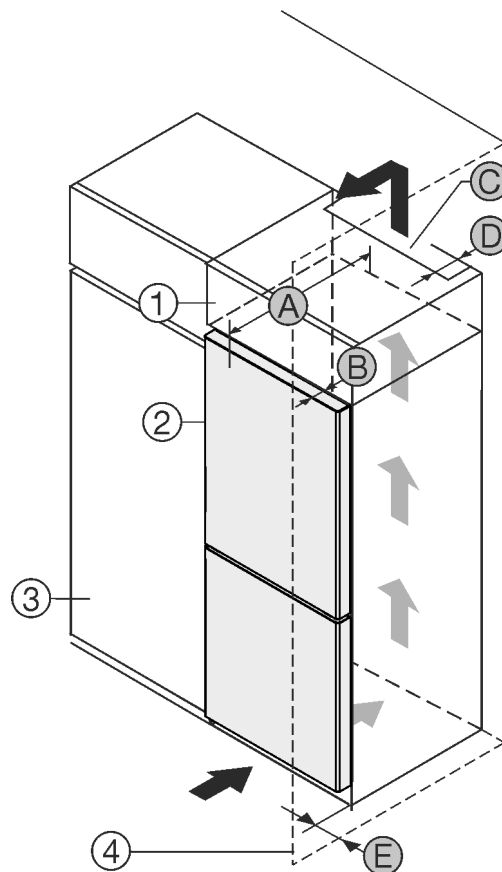

Fig. 1
Aparat lahko postavite neposredno ob kuhinjsko omaro Fig. 1 (3)*.
Na zadnji strani nadgradne omare mora biti zaradi prezračevanja in odzračevanja po vsej širini nadgradne omare prezračevalni jašek globine Fig. 1 (C)*.
Pod stropom je treba upoštevati presek prezračevanja Fig. 1 (C)*.
Če aparat postavite s tečaji ob steni Fig. 1 (4), mora razdalja med aparatom in steno znašati vsaj 13 mm.*
Če aparat postavite s tečaji ob steni Fig. 1 (4), mora razdalja med aparatom in steno znašati vsaj 20 mm.*
Da lahko vrata povsem odprete, mora aparat štrleti ven vsaj za globino vrat *Fig. 1 (B)* glede na sprednji del kuhinjske omarice. Odvisno od globine kuhinjskih omaric *Fig. 1 (3)* in uporabe stenskih distančnikov lahko aparat štrli bolj ven.*